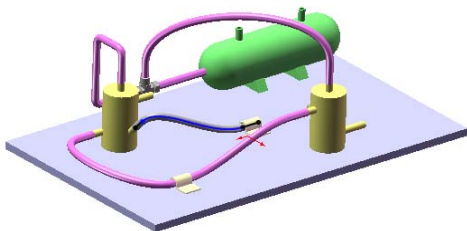
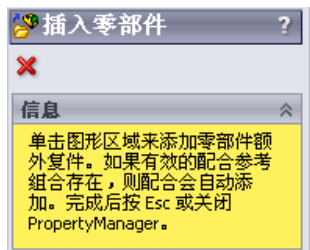

图 11.10.14 添加线夹后
图 11.10.15 “插入零部件”对话框
Step3. 拖放管筒线夹。打开设计库中的\routing\tubing\tube fittings 文件夹，选择 tubing_clip 为拖/放对象；将库零件拖放到底板上的圆孔处，如图 11.10.14 所示，单击图 11.10.15 所示“插入零部件”对话框的  按钮。